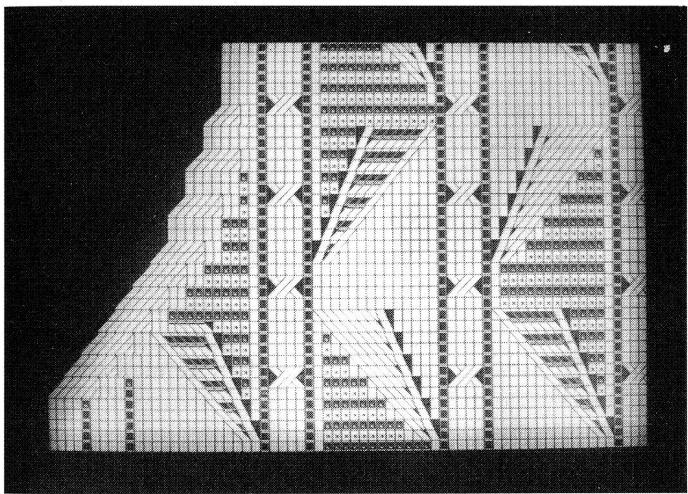

Fig. 6: Spezifische Symbole die die Minderung an einem Artikel zeigen
- Darauf werden die Basismotive in der Weise zusammengefügt, so dass das Ebenbild des Strickstückes entsteht. So kann der Musterhersteller den gewünschten Mustereffekt beurteilen. Er erhält hierdurch einen getreulichen Aspekt, der dem so programmierten Struktur-Geschick gleichsicht (siehe Fig. 6, 7, 8 und 9).